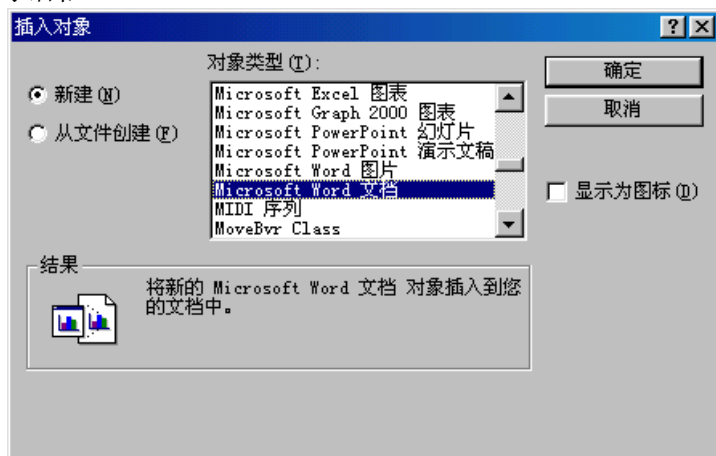

图 18-23
1. 在电子图板主菜单中的【编辑】菜单中选择【插入对象】选项，弹出如图 18-23 所示的对话框。